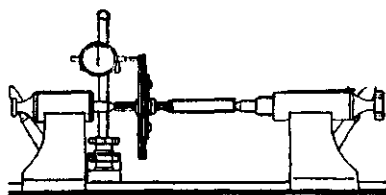

图 3-4 测量摩擦片摆差
③在摩擦片边缘测量摆差应不大于 0.8 mm，如图 3-4 所示。如摆差过大应更换新件。